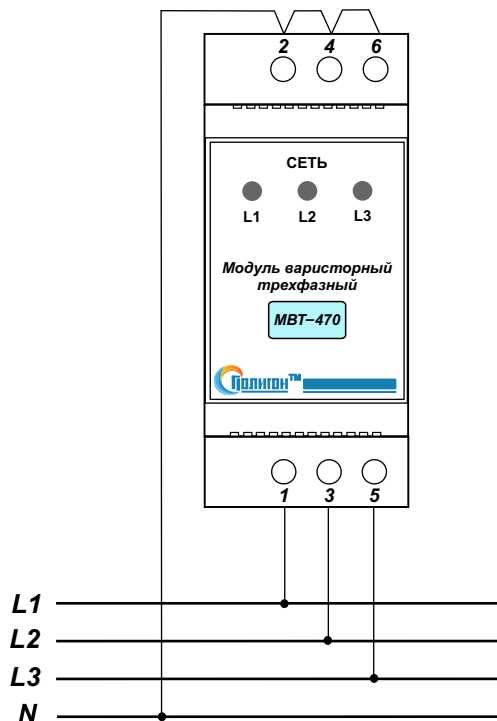

Рис.1. Типовая схема подключения МВТ-470 к сети переменного тока.
4.3 Произвести подключение блока параллельно трехфазной сети согласно маркировке (Рис.1.):